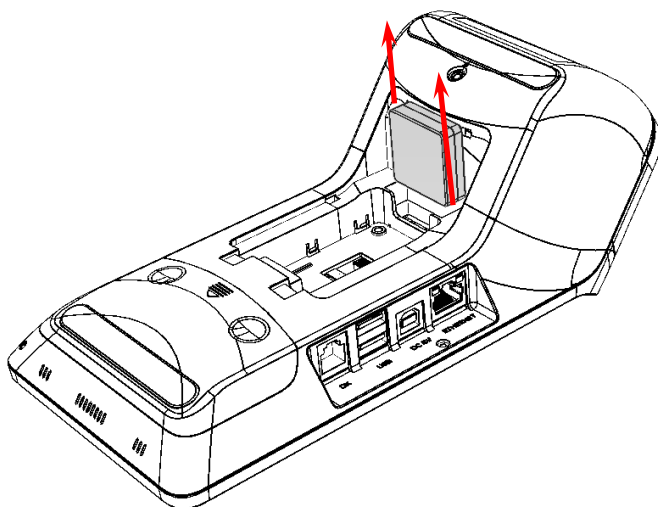

Рисунок 10. Извлечение ФН из отсека
20. Установить ФН и АКБ (рисунок 10 и рисунок 4 соответственно).